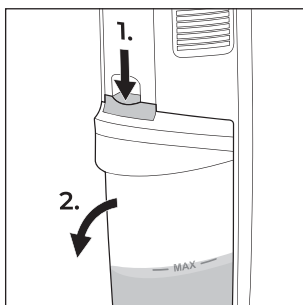

Fig. 20
1. Presione hacia abajo el botón situado sobre el depósito de agua sucia **2** (consulte la fig. 20). Sujete el agarre del depósito de agua sucia **2** mientras presiona el botón hacia abajo.
2. Tire del depósito de agua sucia **2** hacia delante para extraerlo del aparato (consulte la fig. 20).